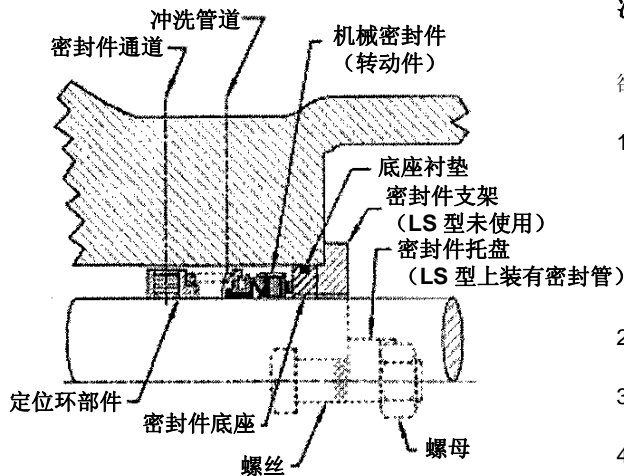

图 9 波纹管型密封件
2. 波纹管密封（图 9）
5. 转动转动件，在支架侧面的密封通道孔的正下方装上定位螺钉。（见图 9 和 10）。拧紧轴上的所有定位螺钉。